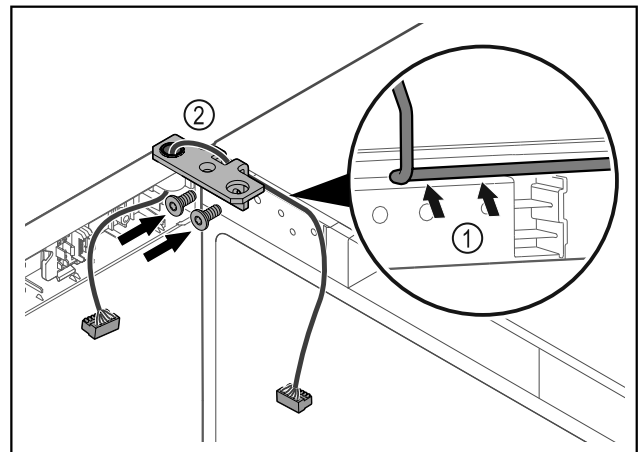

Fig. 48
- Prevlečte kábel cez vybranie uholníka závesu a opatrne ho položte Fig. 48 (1).
- Naskrutkujte uholník závesu Fig. 48 (2).